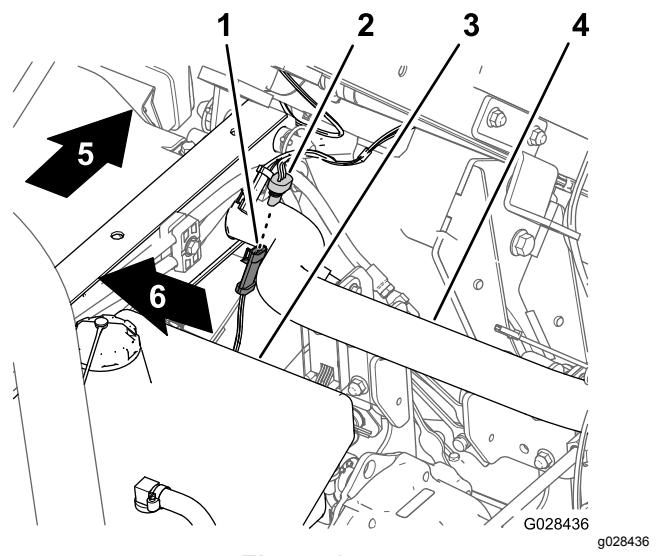

Figura 17
2. Ligue o conector de três pinos da cablagem da máquina para o sensor de velocidade ao conector de três tomadas da cablagem do pulverizador para o sensor de velocidade (Figura 17).